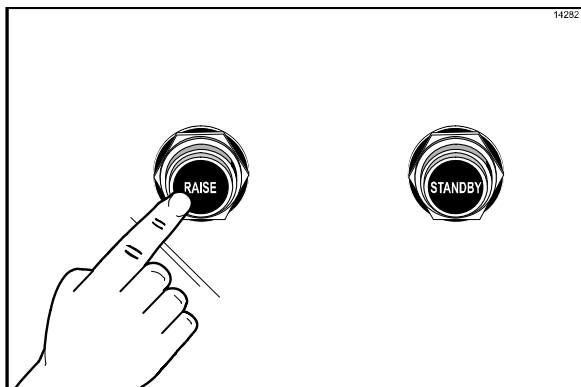

Abbildung 27
2. Um die obere Grillplatte zu öffnen und den Garbetrieb wieder aufzunehmen, den Knopf RAISE drücken. (Siehe Abbildung 27.)